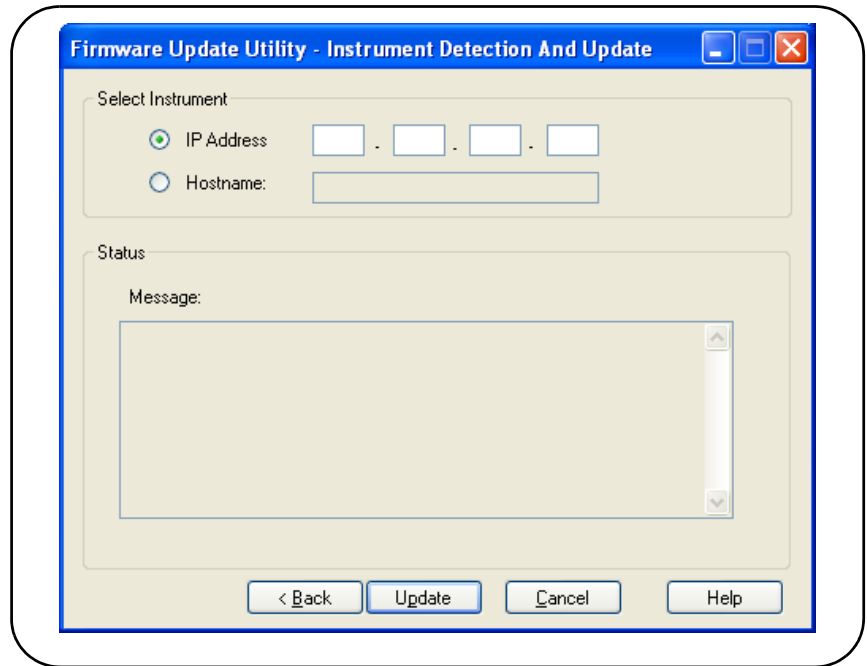

図2-11. アドレスまたはホスト名の指定。
3. カウンタのIPアドレスまたはホスト名を入力します（図2-11）。‘**Update**’を選択してアップデート・プロセスを開始します。